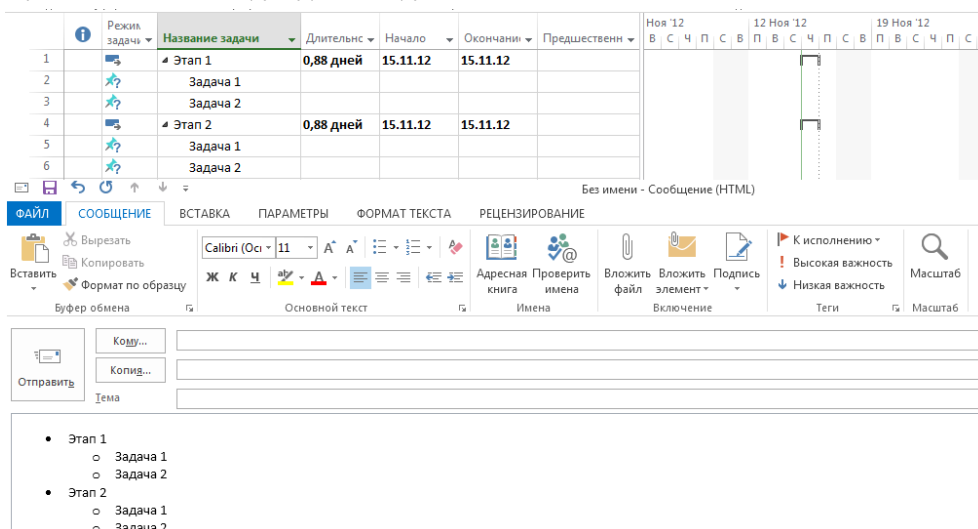

Рисунок 4.32 – Копирование задач из письма Outlook
3. Скопировать список задач из любого другого источника (см. рисунок 4.32). Следует отметить, что структура копируется из текстовых задач Microsoft Outlook и Word, но не Excel.